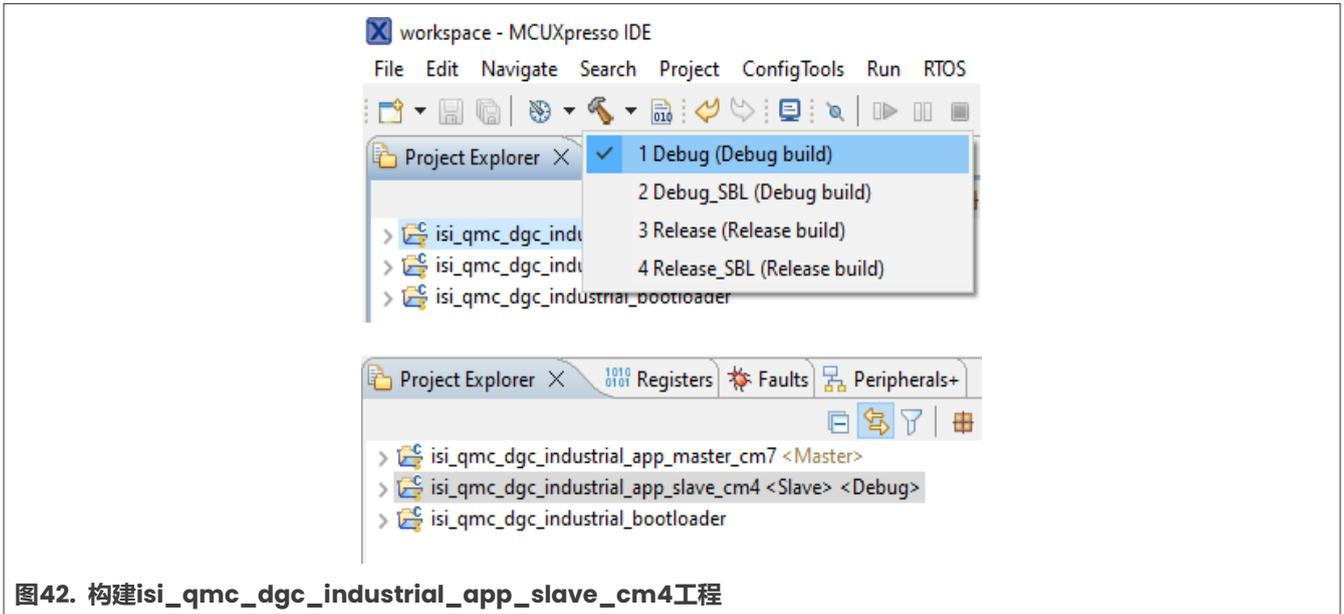

图42. 构建isi\_qmc\_dgc\_industrial\_app\_slave\_cm4工程
1. 构建isi\_qmc\_dgc\_industrial\_app\_slave\_cm4工程，如图42所示：